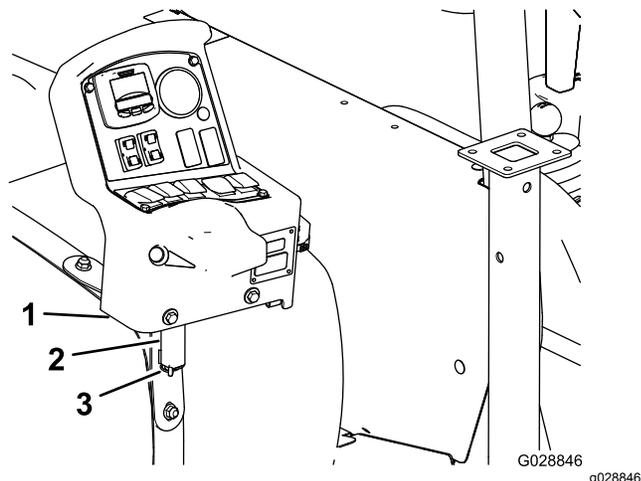

Рисунок 6
2. Совместите ось поворота на пульте управления с кронштейном для хранения на переднем хомуте бака (**Рисунок 6**).
3. Установите пульт на кронштейн и прикрепите ось поворота к кронштейну с помощью шплинта (**Рисунок 6**).